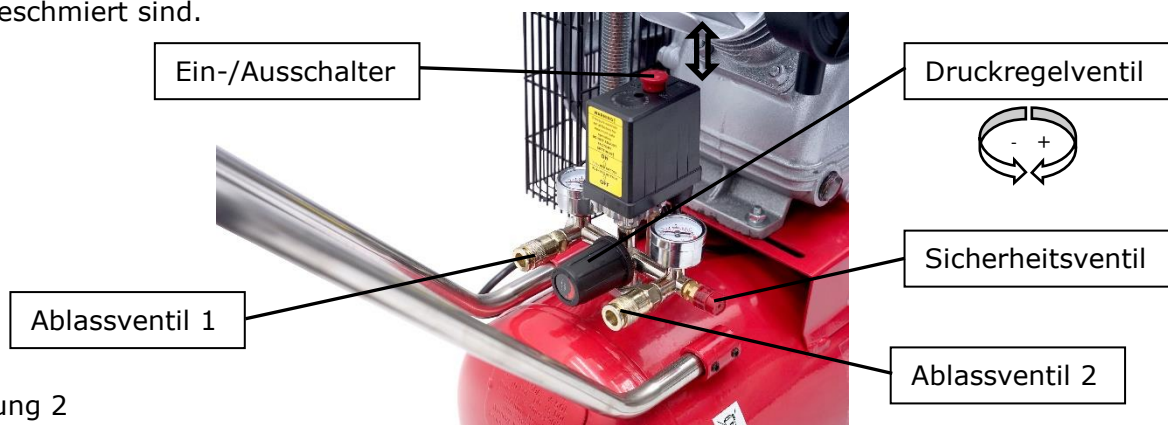

Abbildung 2
Um den Kompressor komplett spannungsfrei zu machen, muss das Gerät über den Schalter (Abb. 2) abgeschaltet sowie durch das anschließende ziehen Sie den Netzstecker vom Netz getrennt werden.
Arbeiten Sie nie am Stromkreis des Kompressors ohne den Netzstecker abgezogen zu haben. Betreiben Sie den Kompressor ausschließlich mit der vorgeschriebenen Netzspannung. Benutzen Sie keine Kabel länger als 5 m oder mit einem Durchmesser kleiner als 4 mm². Ziehen Sie zum Ausschalten des Kompressors nie den Netzstecker, sondern betätigen Sie den Geräteschalter „aus“ (Abb. 2). Sollte die Länge der Zuleitung nicht ausreichen wird ein längerer Druckschlauch empfohlen.
Wenn das jeweilige Ablassventil (Abb. 2 1 oder 2) nach dem Ausschalten des Motors nicht funktioniert, sollten Sie das Problem sofort beheben. Andernfalls könnte der Motor beschädigt werden, sobald der Kompressor erneut einschaltet. Beachten Sie hierfür die Hinweise zur Behebung von Funktionsstörung im Kapitel 8 dieser Anleitung.
Starten Sie den Kompressor, indem Sie den Ein- /Ausshalter (siehe Abb. 2) hochziehen.
Der Ausgangsdruck kann über dem Einstellungsventil angepasst werden. Ziehen Sie den Knopf nach oben und drehen Sie ihn gegen oder mit dem Uhrzeigersinn um den Druck zu verringern oder zu erhöhen (Abb. 2).
Zum Abschalten des Kompressors betätigen sie den Schalter der Abbildung 2.
2. Öffnen Sie die Wasserablass-Schraube an der Unterseite des Kessels (Abb. 2 Pos. 7).
3. Schalten Sie den Kompressor ein, indem Sie den Ein-/Ausschalter (Abb. 2) hochziehen.
Drehen Sie das Einstellrad des Druckminderers (siehe Abb. 2) in Richtung + (plus), um den Arbeitsdruck erhöhen.
Drehen Sie das Einstellrad des Druckminderers (siehe Abb. 2) in Richtung – (minus), um den Arbeitsdruck zu reduzieren.
Drücken Sie zum Abschalten des Kompressors den Ein-/Ausschalter (siehe Abb. 2) nach unten. Das Gerät darf niemals durch Ziehen des Netzsteckers abgeschaltet werden.
2. Schalten Sie den Kompressor ab, indem Sie den Druckschalter (Abb. 2) nach unten drücken.